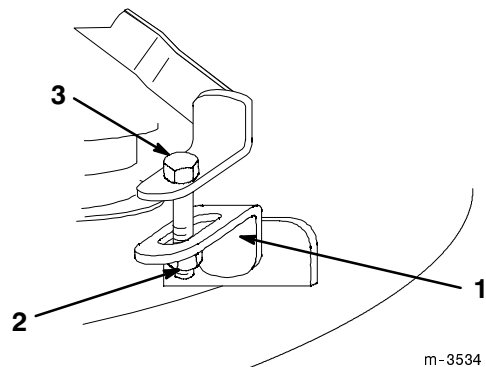

Bild 14
6. Lockern Sie zum Justieren der Höheneinstellung des Messers von vorne nach hinten die Klemmmutter an der vorderen, einstellbaren Verbindung (Bild 14).
7. Drehen Sie die Schraube an der vorderen, einstellbaren Verbindung, um die Höheneinstellung des Messers in Längsrichtung zu verändern (Bild 14).